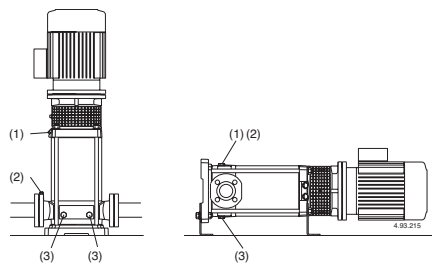

Рис. 4 (1) Наполнение и отдушина
При положении насоса выше уровня перекачиваемой жидкости (работа в режиме всасывания, рис. 3А) или при недостаточной высоте напора (менее 1 м) для открытия обратного клапана наполните всасывающую трубу и насос через соответствующее отверстие (1) (рис. 4). Для удобства можно использовать шланг (или колено) и воронку.
Во время наполнения винт со штифтом (14.17) в сливной пробке (14.12) должен быть откручен, чтобы имелось соединение между камерой подающей части и камерой всасывающей части (рис. 4а).
Рис. 4а Наполнение: внутренний проход открыт
Рис. 4б При работе: внутренний проход открыт
При работе под гидравлическим напором (рис. 3В) наполняйте насос, медленно открывая задвижку на всасывающей трубе до полного раскрытия; при этом, задвижка в подающей трубе и отдушны (1) и (2) должны быть полностью открыты (рис. 4), чтобы выпустить воздух.
Закрыть отдушны (1) и (2) (рис. 4).
Для MXV-B, MXV(L) 25-32-40 и MXV(L)4 25-32-40 Затяните игольчатый винт (14.17) в сливной заглушке (14.12) (рис. 4б) и закройте отверстие для выпуска воздуха (14.04).
Если заливка прерывается (непостоянный поток на подаче при открытых задвижках) или если давление на манометре колеблется, провести повторный выпуск воздуха на всасывании (2), проверить герметичность всех соединений всасывающей трубы и крепко затянуть выпускную заглушку (2) и сливные заглушки (3) со стороны всасывания (рис. 4).
По возможности, как в случае временной работы с грязными жидкостями, прокачайте через насос немного чистой воды для удаления осадков. Либо, после слива воды, промойте насос, залив не менее 40 чистой воды в заливочное отверстие (1) со стороны подачи и дав ей выйти через сливное отверстие (3) со стороны всасывания (рис. 4).
Перед разборкой насоса закройте задвижки на всасывании и подаче и слейте жидкость из корпуса насоса (рис. 4).
4. отсоединить провод от зажимной коробки, открутить винты (70.18) с гайками (70.19) и извлечь двигатель из соединения (64.22) – рис. 4 а;
5. снять винты (61.07) и снять втулку (32.00) с подшипником (66.00) и соединением (64.22) с верхней крышки (34.02) и вала (64.00) – рис. 4б;